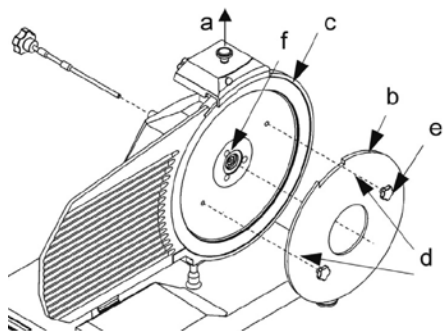

Fig. 7 - Installazione dello strumento di plexi (b) per rimuovere la lama
Per lavare la lama dall'altra parte si deve rimuoverla (vedere Fig. 7).
- rimuovere la protezione della lama (vedere fig. 7);